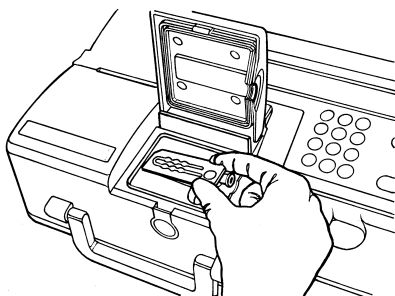

Fig. 4-1 Inserción del SRC
5. Abra la cubierta de la cámara de medidas oprimiendo el botón. Revise el SRC para asegurarse de que está limpio e insértelo en la cámara. Oprima hacia abajo para asentarlos correctamente. (Fig. 4-1).